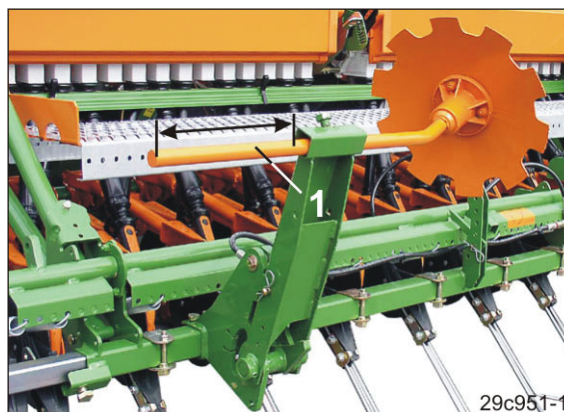

Рис. 103
12. Укоротите трубы, выступающие из кронштейнов диска маркера (Рис. 103/1), для обеспечения безопасного подъёма на подножку погрузочной площадки.